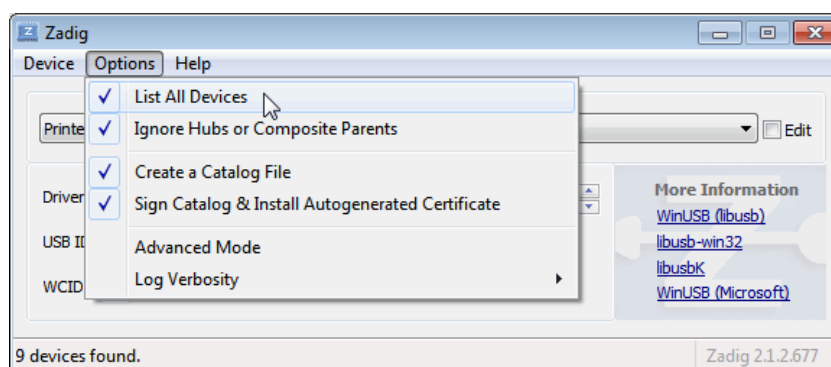

Figura 11: Configuración de software Zadig.
3. Una vez abierto el programa, vaya a “**Options->List All Devices**”y asegúrese de que esta opción esté tildada (Figura 11). Si utiliza Windows 10, destilde en caso de ser necesario la opción “**Ignore Hubs or Composite Parents**”.